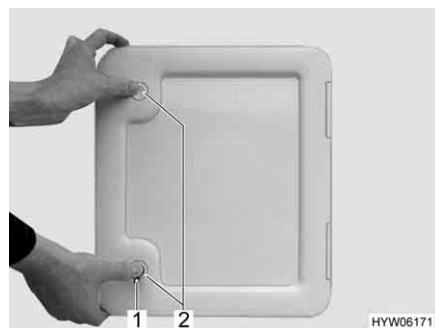

Fig. 16 Sportello per serbatoio fiscale/gavone
- Inserire la chiave nel cilindro della serratura a pressione (Fig. 16,1) e ruotare di un quarto di giro.
- Premere contemporaneamente con i pollici entrambe le serrature a pressione (Fig. 16,2) e aprire lo sportello del serbatoio fiscale.
- Inserire la chiave nel cilindro della serratura (Fig. 16,1) e ruotare di un quarto di giro.